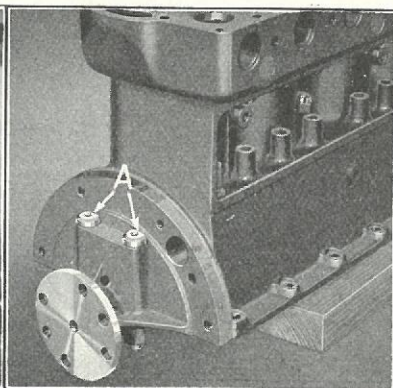

Fig. 258
- (c) Hovederne paa Lejeboltene er forarbejdede med Flade paa den ene Side af Hovedet. Fladen slutter tæt til Cylinderen og holder Boltene i Stilling, saaledes at de ikke kan dreje rundt, naar Møtrikkerne skrues af (Fig. 258-A).